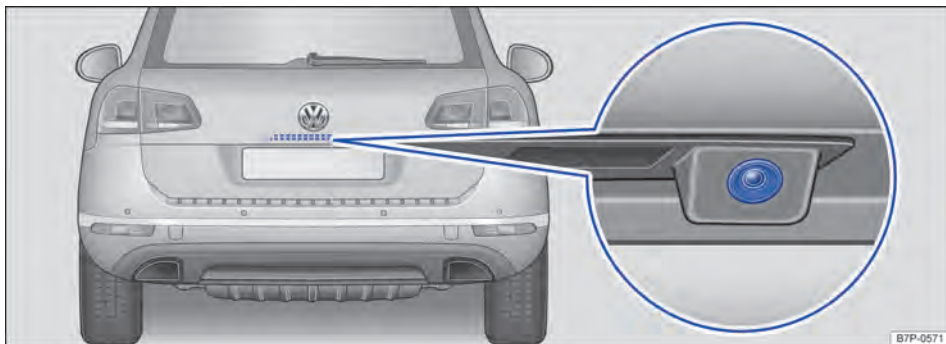

Fig. 193 Na traseira do veículo: local de instalação da câmera de marcha a ré.
- ✓ Uma imagem confiável e clara, por exemplo, condições de visibilidade boas e uma lente limpa ⇒ Fig. 193.
- ✓ Deve ser possível ver uma imagem confiável e clara, por exemplo, com as lentes da câmera limpas ⇒ Fig. 193.
A câmera de marcha a ré \Rightarrow Fig. 193 (lupa) somente fornece imagens bidimensionais. As reentrâncias, bem como os objetos salientes no solo ou as peças salientes de outros veículos, são difíceis de ser reconhecidas ou não podem ser reconhecidas devido à ausência de profundidade no display.
Manter a lente da câmera \Rightarrow Fig. 193 (lupa) limpa, sem neve e sem gelo: